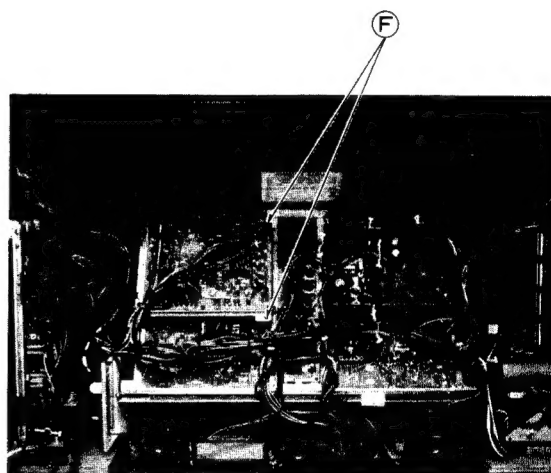

Fig. 2-5 Abb. 2-5
1. Remove 2 screws **(F)** in fig. 2-5.
1. Die zwei Schrauben **(F)** in Abb. 2-5 entfernen.